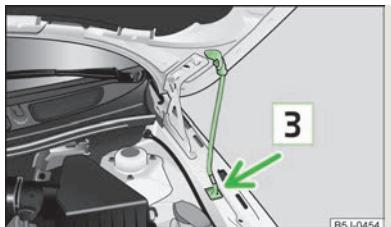

Fig. 117 Seguro del capó con la varilla de apoyo
- Retirar la varilla de apoyo desde la fijación y asegurar el capó abierto colocando el extremo de la varilla en el orificio **[3]** » fig. 117 previsto para ello.